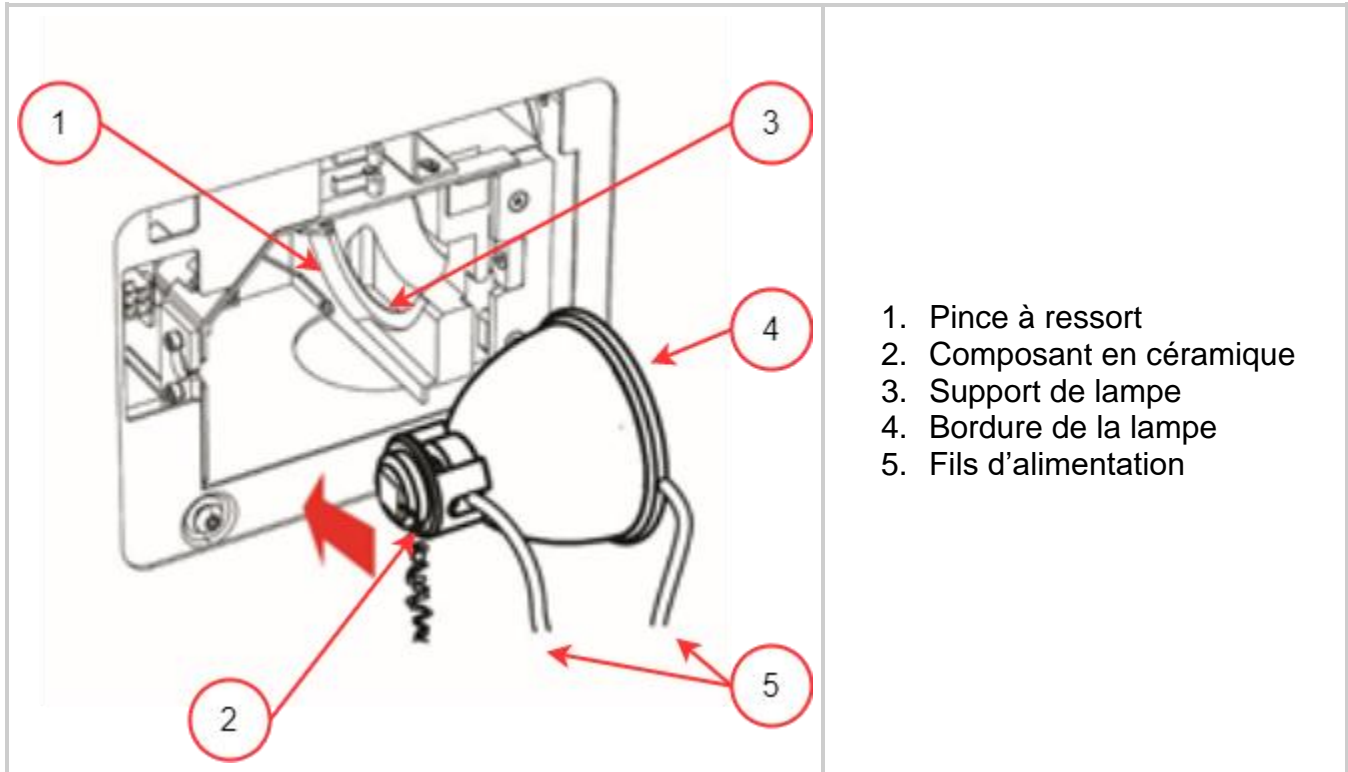

Figure 3-4 Orientation pour l'installation de la lampe
2. Retirez délicatement le module de la lampe de son contenant en tenant soit le composant en céramique, soit la bordure de la lampe uniquement, comme illustré à la **figure 3-4**.
3. Positionnez la lampe comme illustré à la **figure 3-4**, en l'orientant vers le panneau avant de l'appareil et en éloignant les fils d'ALIMENTATION de l'appareil. La lampe doit être alignée de manière à ce que le bord avant du réflecteur (bordure de la lampe) s'insère dans la rainure de montage du support de la lampe.
1. Assurez-vous que le corps central de la lampe est en position pour s'insérer dans la pince à ressort illustrée à la **figure 3-4**.